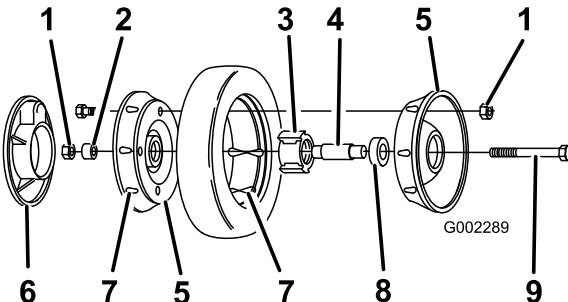

Figura 29
3. Retire el perno, el suplemento de la rueda y la contratuerca que monta la rueda al brazo de pivote (Figura 29).
4. Separe las mitades de la rueda del neumático retirando los 4 pernos y las 4 contratuerca (Figura 29).
Nota: Si retira los cojinetes del conjunto de cojinete/buje, retírelos apretando sobre el suplemento del cojinete (Figura 29).
1. Coloque el neumático en una mitad de rueda, alineando las orejetas en cada pieza (Figura 29).
2. Coloque el conjunto cojinete/buje en el hueco central de la mitad de la rueda. Asegúrese de que las patas del buje están posicionadas sobre la brida del hueco (Figura 29).
3. Coloque la otra mitad de la rueda sobre el conjunto cojinete/buje, alineando las orejetas de la rueda y del neumático y los taladros de montaje (Figura 29).
4. Usando 2 tornillos o pernos de rosca completa (1/4-20 x 1,50 pulg.) y tuercas no de freno, conecte sin apretar las dos mitades de la rueda. Monte los tornillos o pernos en taladros opuestos (Figura 29).
5. Compruebe la alineación de todas las piezas y apriete los pernos, alternando de uno a otro para que el encaje sea uniforme, hasta que las mitades de la rueda estén juntas (Figura 29).
6. Instale los 2 pernos y 2 contratuercas que retiró anteriormente en los taladros restantes de las mitades de la rueda, y apriételos. Retire los dos tornillos o pernos largos y sustitúyalos por 2 pernos y 2 contratuercas (Figura 29).
7. Instale la rueda en el brazo de pivote con los pernos, un suplemento y una contratuerca. Asegúrese de que el suplemento está colocado entre el buje de la rueda y el brazo de pivote (Figura 29).